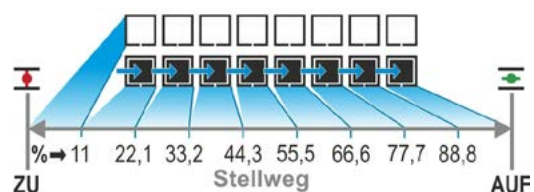

Abb. 2: Positionsskala
- Die 8-Segment-Positionsskala (3) zeigt in 9 Stufen die Stellung an, siehe Abbildung 2. Dabei entspricht jedes Segment einer Wegstrecke von ca. 11 %.